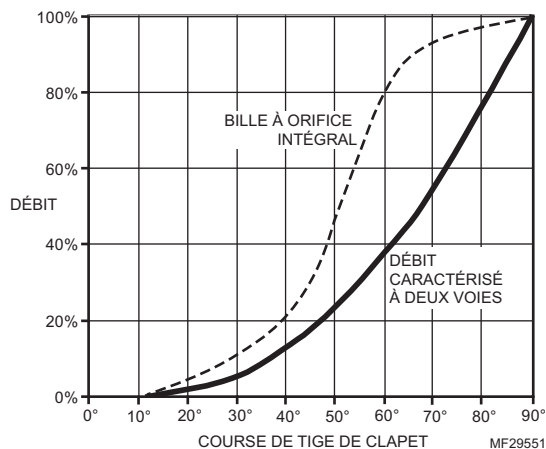

Fig. 32. Caractéristiques de débit types.
1. Avec l'actionneur modulant, limiter la plage de tension de commande du contrôleur d'automatisation de bâtiment. Les clapets avec inserts de commande de débit ont des caractéristiques d'égal pourcentage (voir la Fig. 32).
- Pour limiter mécaniquement la course, régler l'actionneur à accouplement direct en position complètement ouverte. Desserrer l'accouplement de l'arbre et faire tourner l'arbre du clapet à la position de débit maximum désirée, telle que confirmée par la mesure de pression du serpentin, en utilisant les données du fabricant du serpentin. Resserrer l'accouplement de l'arbre. Utiliser la Fig. 32 comme guide de réglage de la course de l'actionneur.